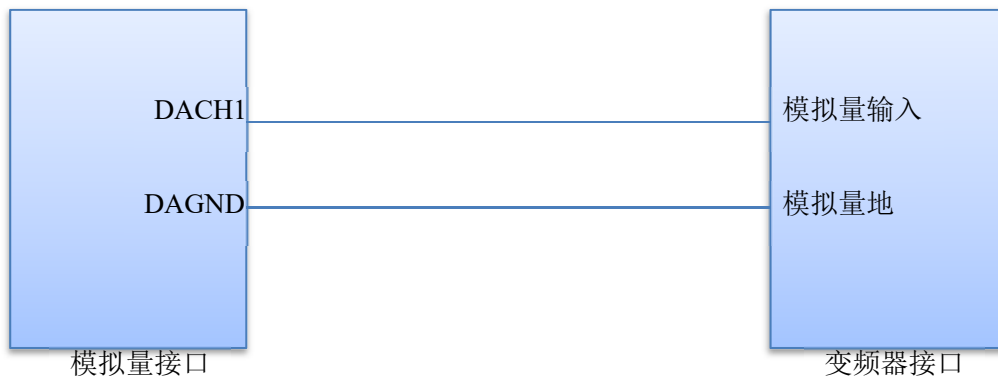

图 C.1 第一种接线方式
- 1、如果上图接线可以满足要求，请按照图 C.1 第一种接线方式接线。